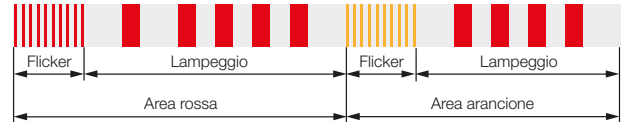

Fig. 8-2: Segnalazione ottica di più errori
Nell'esempio di Fig. 8-2 nel campo rosso appaiono gli errori 1 e 4. Nel campo arancione appare l'errore 4.
- Area rossa in Fig. 8-2
- Area arancione in Fig. 8-2